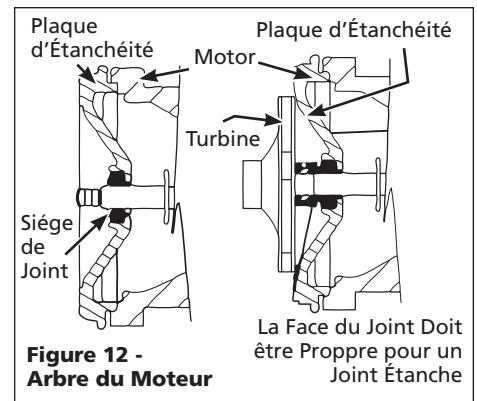

Figure 12 - Arbre du Moteur
4. Positionner la turbine sur l'arbre et bien serrer (Voir Figure 12).